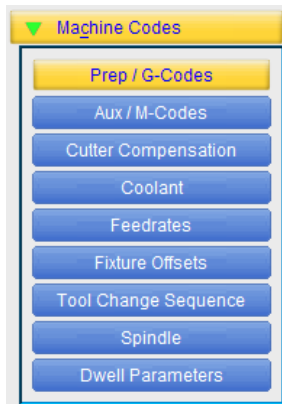

图 9.2.23 机床代码类型
- **Machine Codes** : 机床加工代码。单击此按钮，其下会显示 8 种机床代码，如图 9.2.23 所示。